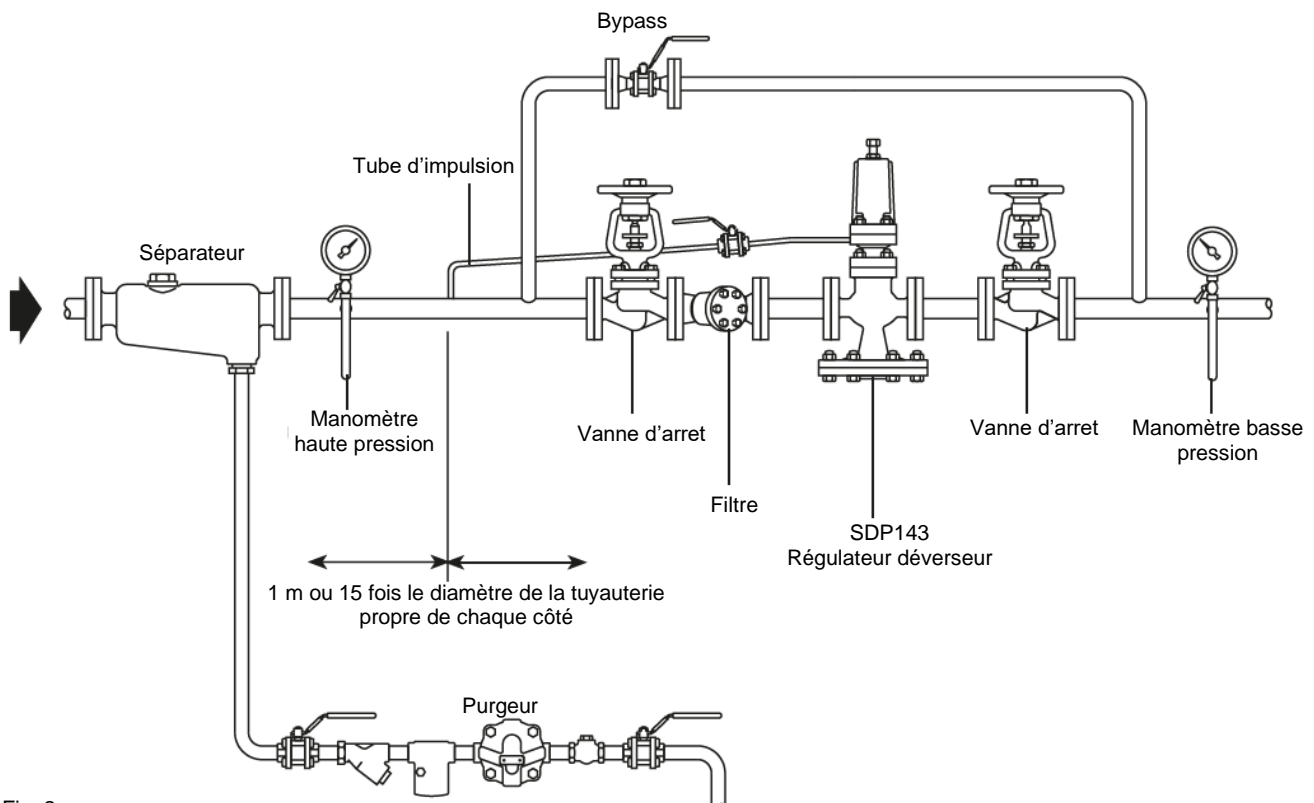

Fig. 2
3.2. Montage (Fig. 2)
En vue d'éviter toute interruption du débit à l'occasion d'examen ou d'entretien du régulateur-déverseur, il est recommandé d'installer un by-pass (Fig.2). Ce by-pass ne sera jamais en dessous de l'appareil, mais toujours au-dessus ou bien, au pis aller, latéralement. Il aura un DN égal à celui du régulateur-déverseur.